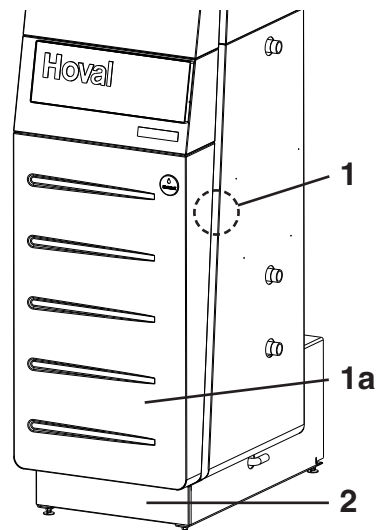
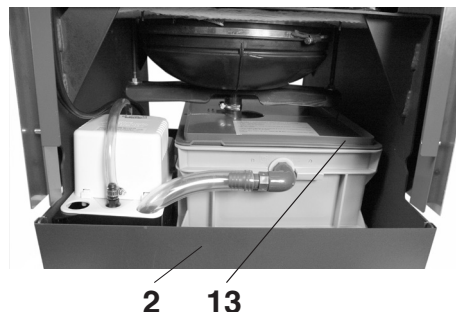

Fig. 17
Fig. 22
4. Rimuovere la calotta frontale (1a, fig. 17). Allentare i bulloni di sicurezza laterali (1, fig. 17) (circa un $\frac{1}{4}$ di rotazione verso sinistra). Sollevare verso l'alto la calotta mantenendola dritta e sfilarla in avanti.
5. Rimuovere la lamiera dello zoccolo (2, fig. 17). Sollevare verso l'alto la lamiera dello zoccolo mantenendola dritta e rimuoverla.
12. Apporre il coperchio anteriore (13, fig. 22) del box di neutralizzazione.
13. Montare la calotta frontale (1a, fig. 17) e la lamiera dello zoccolo (2, fig. 22).